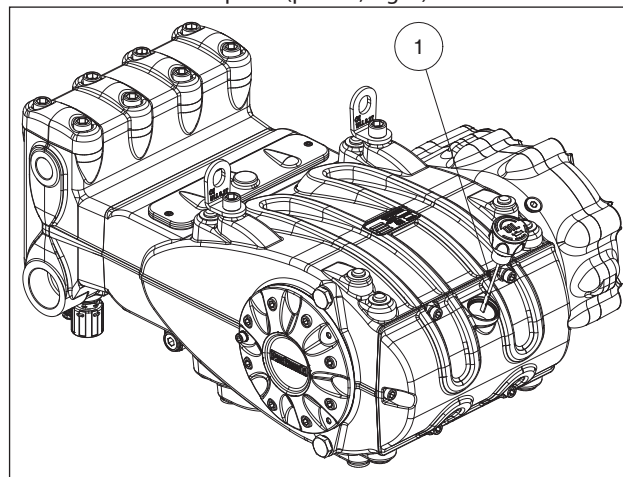

Fig. 8
5. O óleo no cárter da bomba esteja no nível, verificando-o com a vareta adequada (pos. ①, Fig. 8).